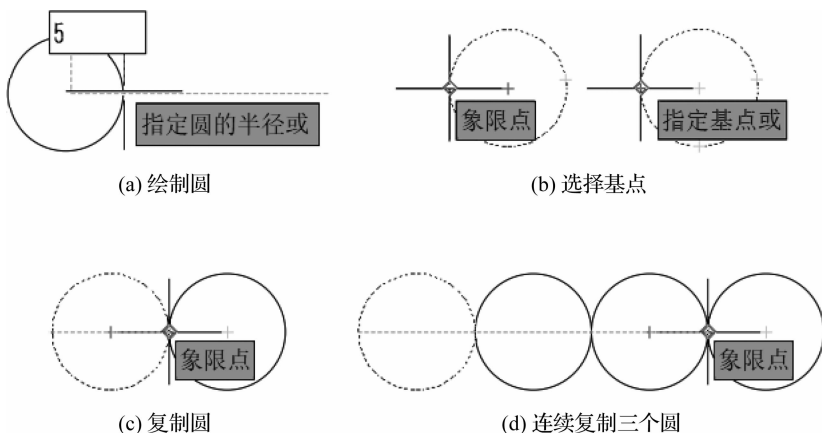

图 1-30 绘制底部四个圆
(1) 绘制一半径为 $R5$ 的圆(半径可以是任意数值),如图 1-30(a)所示。
(2) 执行“编辑”→“复制”菜单命令,捕捉 $R5$ 圆的左侧象限点(或端点)为基点,如图 1-30(b)所示;复制到圆的右侧象限点(或端点),如图 1-30(c)所示;连续复制三个圆,如图 1-30(d)所示。